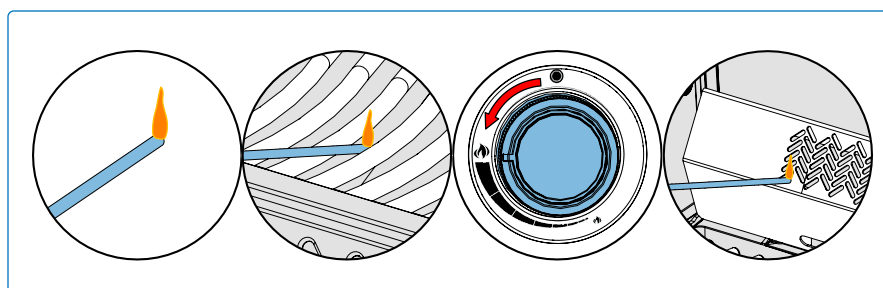

Fig. 8
3. Mientras gira la perilla del quemador correspondiente a la posición alta. (**Fig. 8**).